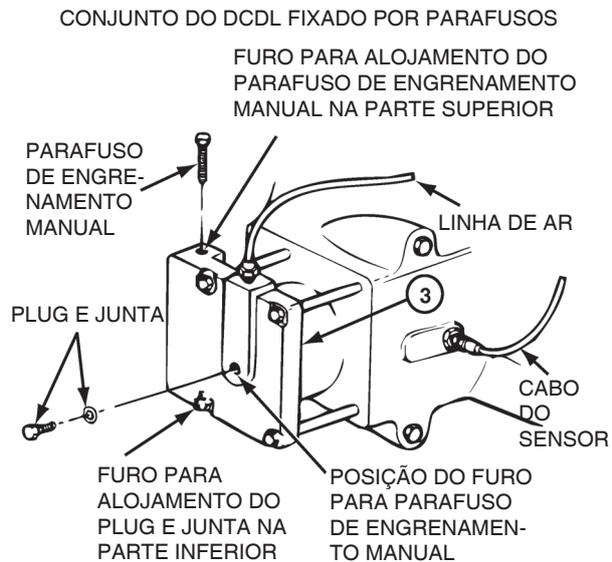

Figura 11.5
10. Remova o parafuso de engrenamento manual do seu furo de alojamento. O furo de alojamento dos mecanismos de acionamento fixados por parafusos, está localizado no lado de cima da tampa do cilindro do mecanismo. Figura 11.5.
11. Remova o plug e a junta do centro da tampa do cilindro de acionamento. Instale o plug e a junta no lado de baixo da tampa do cilindro de acionamento no seu alojamento, no lado oposto ao furo de alojamento do parafuso de engrenamento manual. Aperte o plug com 20-35 N.m (15-25 lb-ft). Figura 11.5.
9. Instale o parafuso de engrenamento manual no seu furo de alojamento. O furo de alojamento dos conjuntos de mecanismo de acionamento fixado por parafusos está localizado no lado superior da tampa do cilindro. Aperte o parafuso com 20-35 N.m (15-25 lb-ft). Figura 11.5.